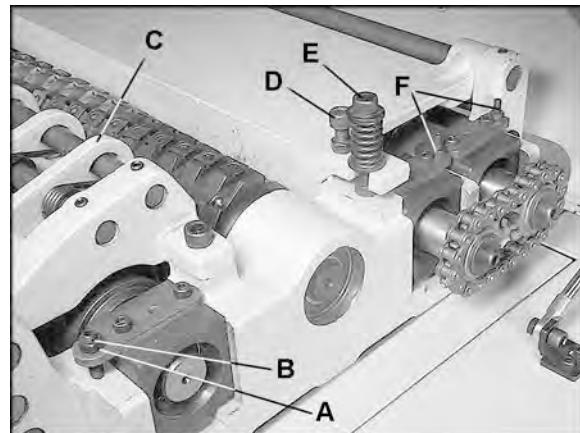

Рис. 11
5. Если эта величина не составляет 1,6 мм, скорректируйте ее, ослабив гайку (A, Рисунок 11) и повернув регулировочный винт (B, Рисунок 11) с помощью шестигранного ключа.
6. Переместите индикатор на крайний противоположный край ролика подачи и повторите измерение. Внесите необходимые корректировки. При завершении затяните шестигранные гайки (A, рис. 11).
Стружколоматель (C, Рисунок 11) представляет собой группу подпружиненных секций, установленных на стержне, который дополняет ролик подачи. Функция стружколомателя: ломать крупную стружку на мелкие части, избежать раздробления древесины, избежать отскакивание более тонких заготовок, удалять стружку со станка и обрабатывать несколько заготовок.
Используйте индикатор, чтобы установить прижимную планку по всей длине на расстоянии 0,00 ... 0,02 мм ниже поверхности ножевого вала. На рис. 11 показан винт для регулировки высоты (D) и винт для регулировки натяжения пружины (E) прижимной планки. Это начальное положение является отправной точкой, окончательная корректировка может потребоваться во время тестового запуска.
При необходимости отрегулируйте положение с помощью винтов (F, Рисунок 11). По завершении регулировки затяните гайки на винтах (F, Рисунок 11).
Следы от прижима возникают на расстоянии 152 мм с каждого края заготовки, когда давление прижимной планки слишком высоко. См. рис. 16. Поверните оба регулировочных винта, правый и левый, см. рис. 11, одинаково на 1/4 оборота и менее по часовой стрелке и произведите глубокий (1,59 мм) рез. Снова осмотрите доску.